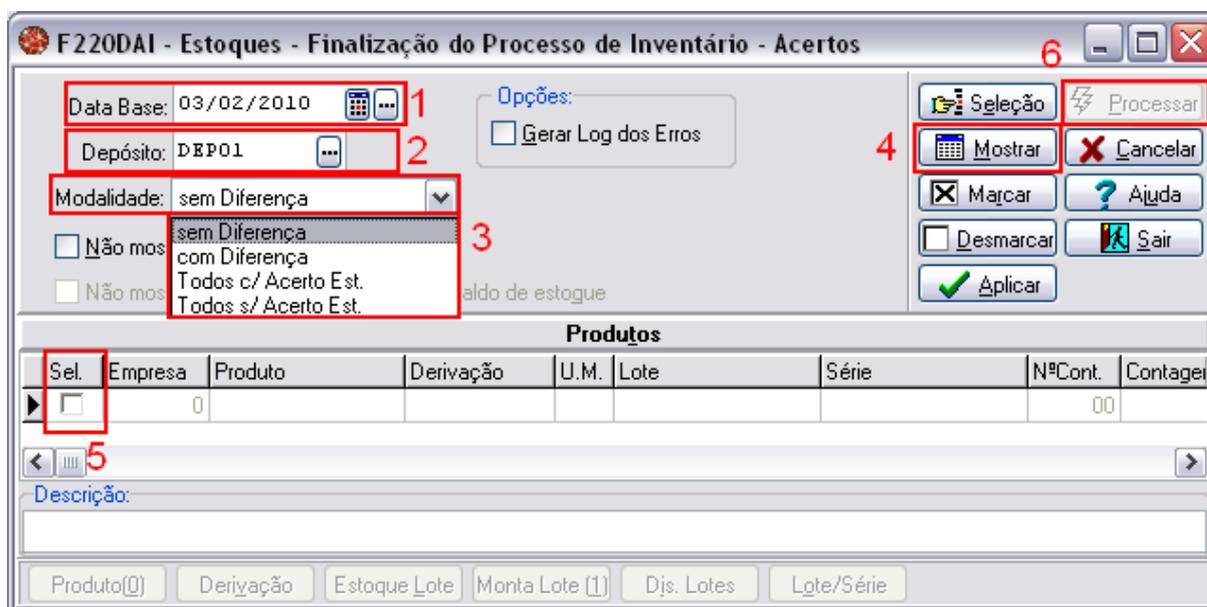

Figura 10
Contagens do Inventário (Fim do Inventário). Efetuada através do processo 801, o Sapiens importa as contagens efetuadas, mas é necessário que o usuário do Sapiens aplique as diferenças no próprio Sapiens. Na tela - Suprimentos > Gestão de Estoques > Inventário > Diferenças/Acertos (tela F220DAI) (figura 10), preencha os campos (1),(2),(3) com as informações necessárias e pressione o botão Mostrar (4), em seguida serão exibidos os itens com base no que foi informado anteriormente, em (5) selecione os itens que deseja processar (Este momento deve ser aproveitado para fazer mais uma conferência no levantamento feito, para assim garantir que os dados provenientes do inventário estejam corretos.) e pressione o botão processar (6), que agora deve estar ativo. Dessa maneira serão aplicadas ao Sapiens as informações provenientes do WMS. Após isto os produtos serão liberados para movimentações no Sapiens.